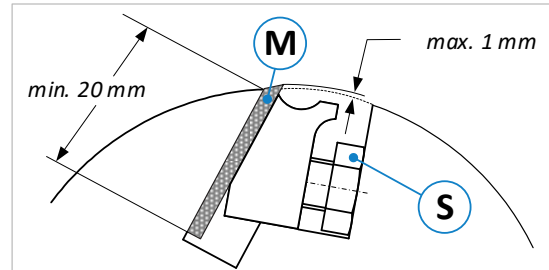

Figure 68 : arbre cannelé
- Les lames de rabot (**M**) ne doivent être réaffûtées que jusqu'à ce qu'une longueur de serrage minimale de 20 mm puisse être respectée avec un dépassement de lame de 1 mm maximum (voir ⇒ Figure 68).
- Voir ⇒ Figure 68 ci-dessus : avec une clé à fourche 17 mm, débloquez dans l'ordre toutes les vis (**S**) et retirez les lames émoussées (**M**).